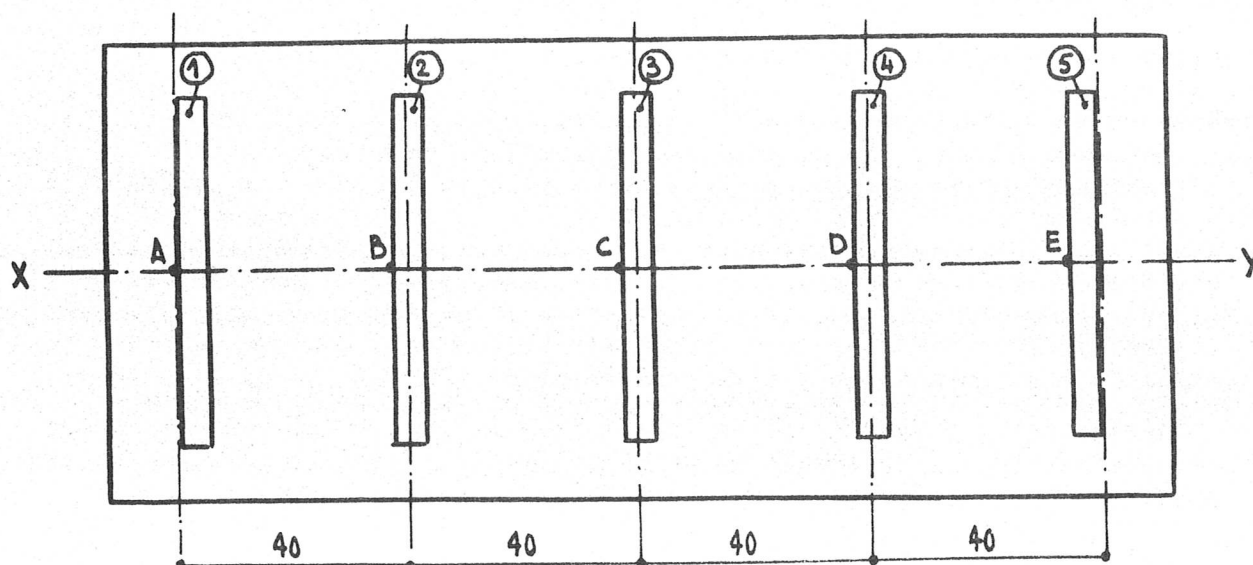

Fig:3
- * Les cales 1 et 5 seront collées à l'intérieur de leur emplacement (v. fig. 3) on fait ainsi une petite erreur mais elle est négligeable.
Coller les cales de telle manière que les projections A,B,C,D,E, de l'axe de la pale, soient sur une même ligne droite xy (voir fig 3 et)